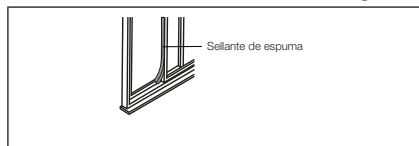

Fig. 21
6. Corte el sellante de espuma a la longitud adecuada y selle el espacio abierto entre la ventana de guillotina y la exterior, como se muestra en la Fig. 21.